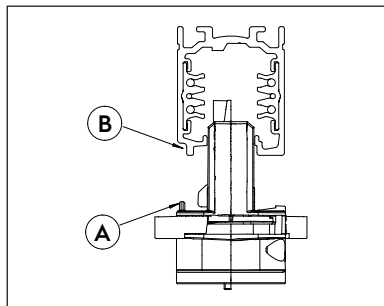

图3 机械钥匙
将适配器插入导轨，使适配器上的机械钥匙 (A) 对准导轨的凹槽 (B) (图3)。